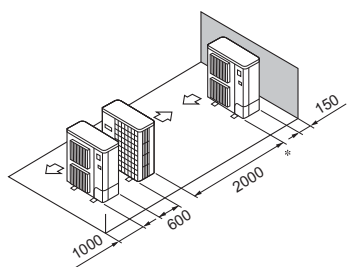

Fig. 3-15
- ⑤ Disposición en paralelo de unidades simples (Fig. 3-15)